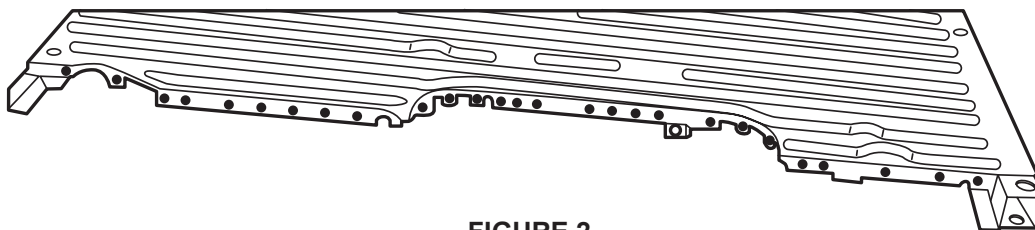

FIGURE 2
- Remplacer les rivets SPR sur les côtés du plancher de caisse par des rivets aveugles (W707638-S900C) selon le nombre par côté: 22 (caisse de 6,75 po), 27 (caisse de 8.0 po). (Voir figure 2).